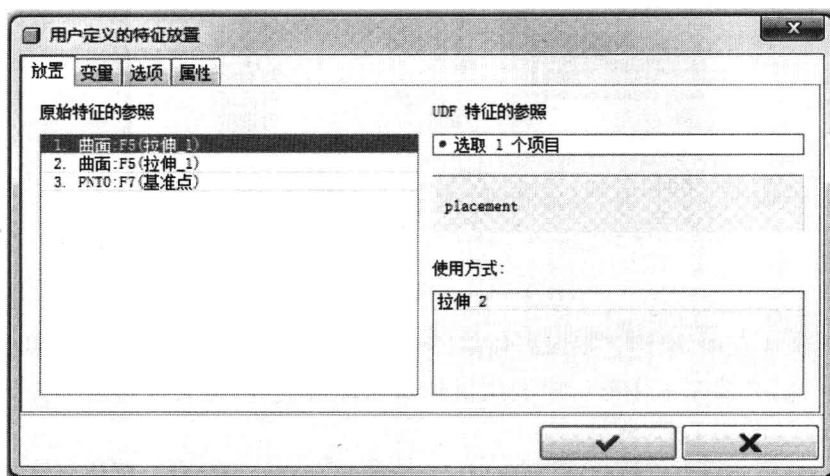

图 1-4 用户自定义特征
(2) 野火 4.0 的用户自定义特征放置方式抛弃了菜单管理器,进入窗口操作界面,方便了用户的管理,如图 1-4 所示。